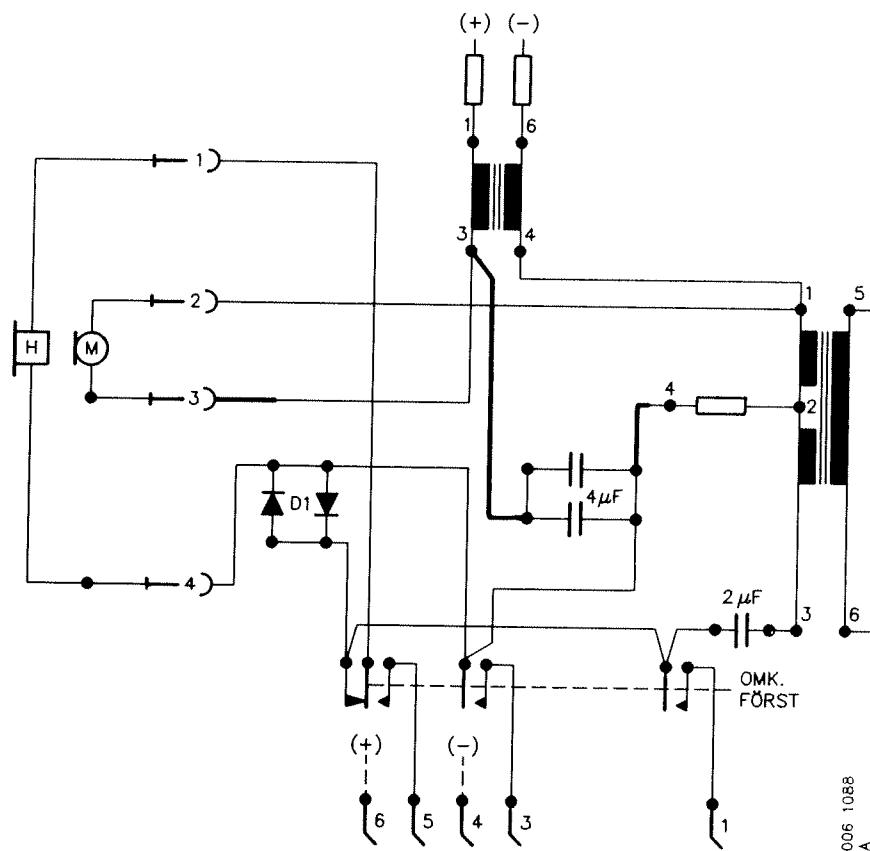

Bild 56. Enhetens koppling efter modifiering
- Flytta, enligt bild 56, förbindningen som lossats från stiftet 4 i anslutningsjacken, samt förbindningen som lossats från $C=4 \mu\text{F}$.